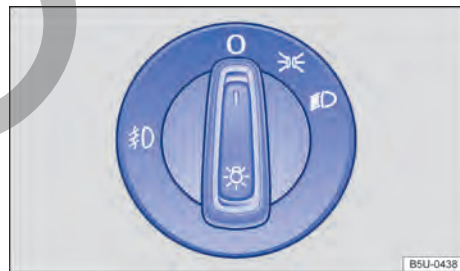

Fig. 61 Al lado del volante: interruptor de luces.
- **Conectar el farol de neblina** ☞: tire del conmutador de las luces hacia afuera → fig. 61, hasta la primera ranura. La luz de control ☞ se enciende en el conmutador en color verde.